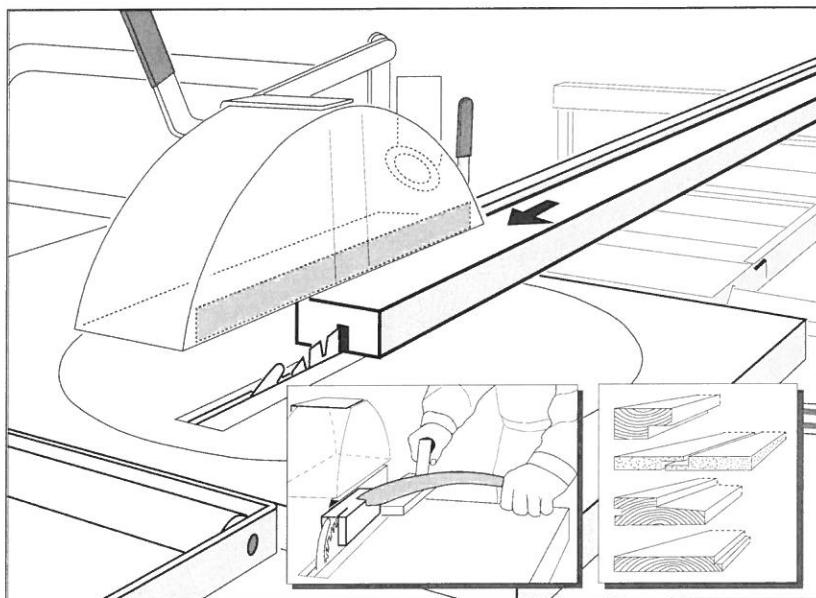

**Fig. 10**
- Innstilling som for klyving, men sagbladet krenges til ønsket vinkel og låses. Arbeidsoperasjonen utføres som i punkt 5.5. Se fig. 10.